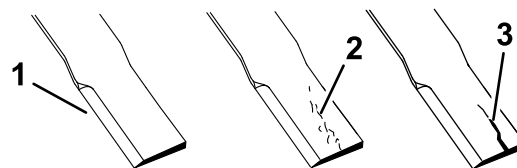

Figura 36
1. Inspeccione los filos de corte (Figura 36).
4. Si observa grietas o desgaste, instale inmediatamente una cuchilla nueva (Figura 36).